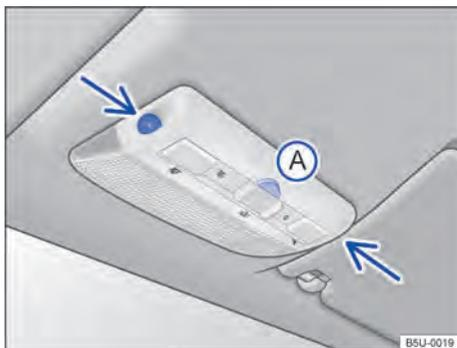

Fig. 47 No console do teto: sensores de monitoramento do interior do veículo e tecla (A) para desligar o monitoramento do interior do veículo.
O monitoramento do interior do veículo dispara o alarme com o veículo travado, se reconhecer movimentos no interior do veículo. O sensor e o receptor estão localizados no conjunto da lanterna de leitura → Fig. 47 (setas).
- Pressionar a tecla → Fig. 47 (A). No painel de instrumentos, a luz de controle (🔴) se acende.